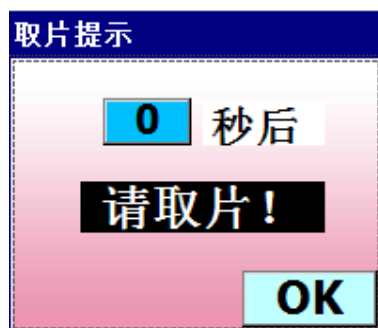

图 11 取片提示界面
- b、可在一个匀胶流程自动结束，取片提示界面弹出后（见图 11），进行取、放片操作，取、放片操作重复步骤 4、5。
- 务必保证基片外径大于片托凸台外径 2-4mm，即图 11 中 $a \geq 1 \sim 2\text{mm}$